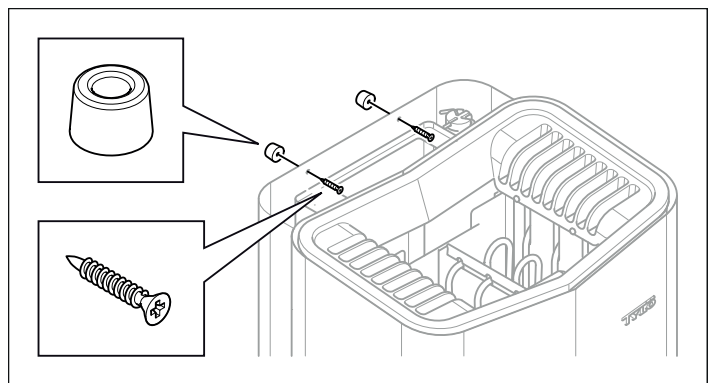

Figure 12 : Montez les entretoises
- Montez les entretoises entre le poêle et la cloison (pour éviter de soulever l'appareil) (voir figure 12).